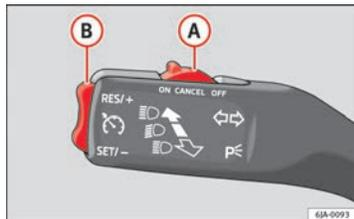

Abb. 110 Blinklicht- und Fernlichthebel; Schalter der Geschwindigkeitsregelanlage
- Drücken Sie den Schalter **(A)** ⇒ Abb. 110 in die Position **ON**.
- Drücken Sie die Wippe **(B)** ⇒ Abb. 110 ⇒ Seite 158 in die Position **RES**.
- Sie können die gespeicherte Geschwindigkeit durch Drücken der Wippe **(B)** ⇒ Abb. 110 ⇒ Seite 158 in die Position **SET** verringern.
Die Geschwindigkeitsregelanlage **schaltet sich vorübergehend ab**, wenn Sie die Taste **A** → Abb. 110 ⇒ Seite 158 in die Position **CANCEL** drücken oder das Brems- bzw. Kupplungspedal betätigen.
- Drücken Sie den Schalter **A** → Abb. 110 ⇒ Seite 158 in die Position **OFF**.